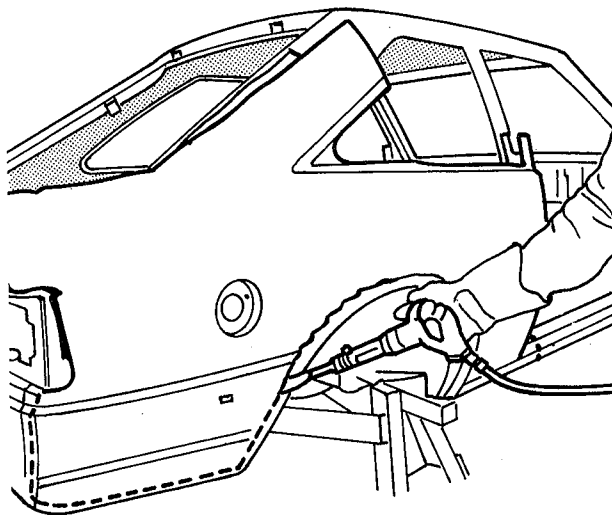

fig. 122
10. Com uma talhadeira pneumática, separar o painel lateral na coluna "B", na abertura da janela, na canaleta de escoamento da água, no painel traseiro e na caixa da roda; separar o painel lateral na soleira e painel lateral interno (fig. 122)